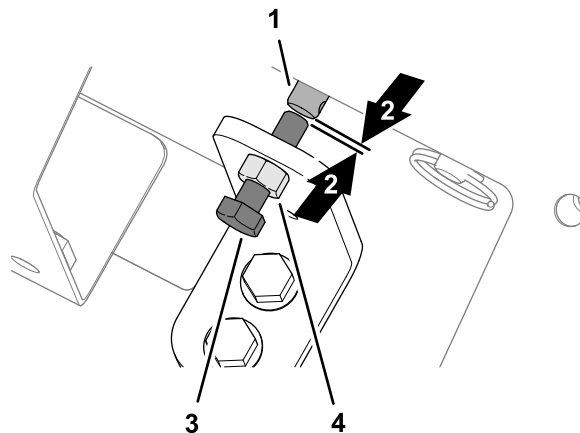

图 34
1. 松开手动超控支架上的锁紧螺母图 34。
2. 逆时针旋转用作阀超控装置的六角头螺丝直至您看到螺丝末端与输送带速度螺旋管阀杆之间有一个小间隙图 34。
3. 拧紧锁紧螺母图 34。